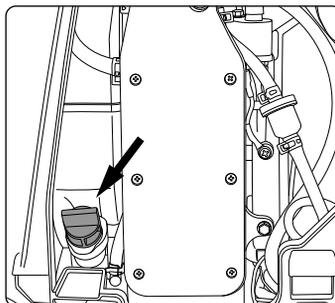

рис. 18
Открутите пробку маслозаливной горловины (24). (рис. 18)